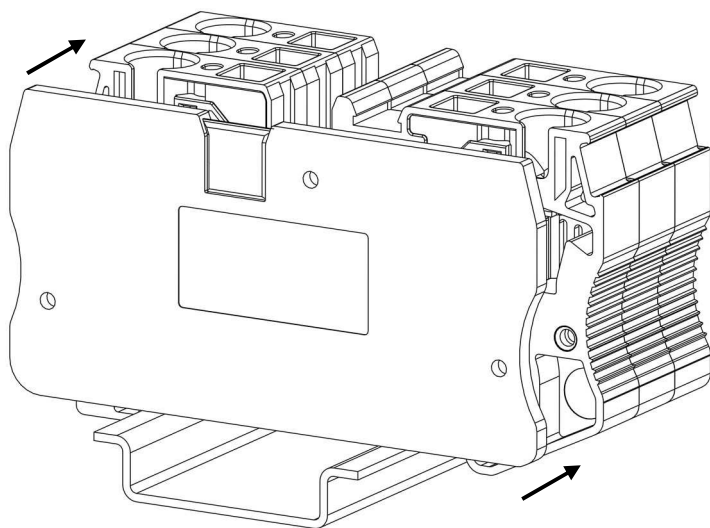
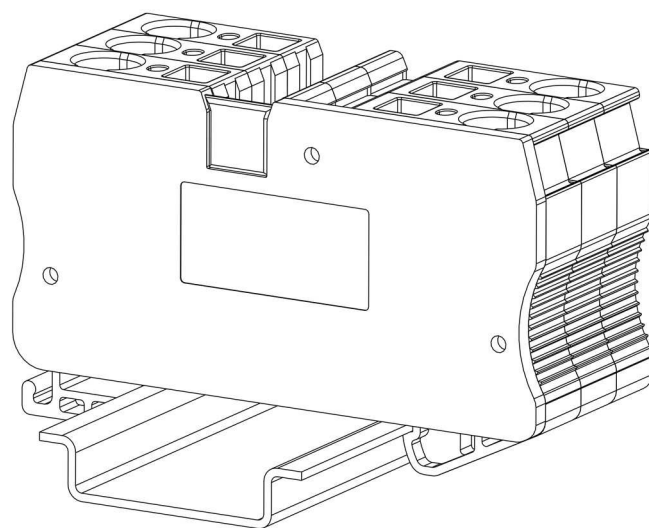
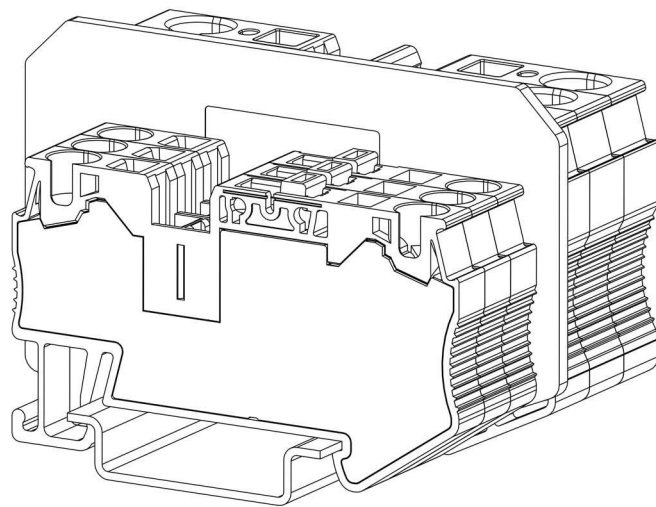

Рисунок 5 - установка концевой крышки
Рисунок 6 - концевая крышка на блоке клемм
Рисунок 8 - разделительная пластина на монтажной рейке
- **Обязательно** установите на каждую группу однотипных клемм концевую крышку (рис. 5; рис. 6) или разделительную пластину для предотвращения касаний к токоведущим частям. Разделительная пластина может применяться для разделения групп клемм (рис. 8).